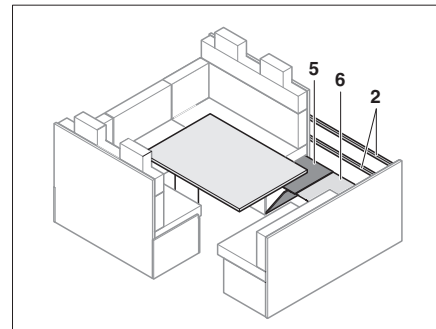

Bild 116 Lehnenverlängerung anbringen
- Lehnenverlängerungen (Bild 116,2) anbringen.